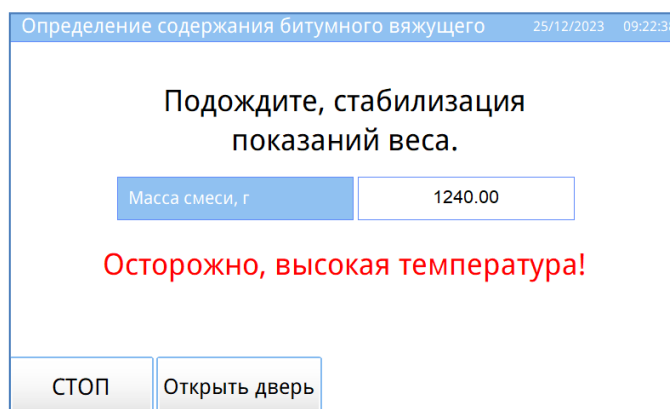
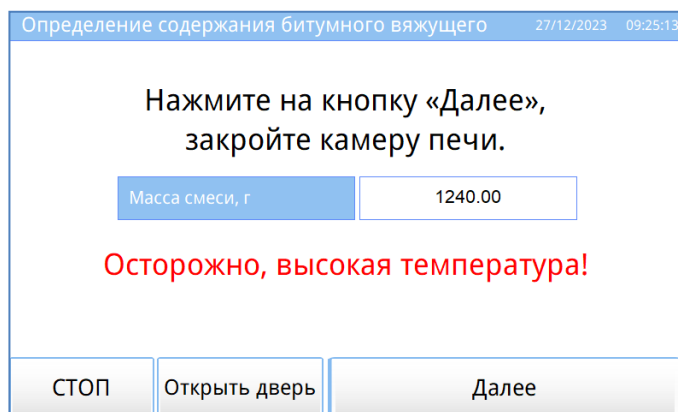

Рисунок 12 – Стабилизация показаний веса
Рисунок 13 – Подготовка к выжиганию
4.5.12 Появится сообщение «**Подождите, стабилизация показаний веса.**» (см. рисунок 12).
4.5.13 Через несколько секунд нажать на кнопку «**Далее**», закрыть дверь камеры печи (см. рисунок 13).
4.7.9 Появится сообщение **«Подождите, стабилизация показаний веса.»** (см. рисунок 12). Через несколько секунд закрыть дверь камеры печи и нажать на кнопку **«Далее»** (см. рисунок 13).